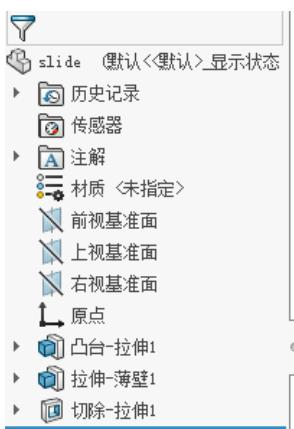
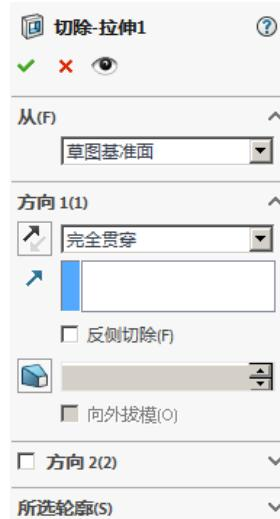

图 5.5.12 设计树
图 5.5.13 “切除-拉伸 1”对话框
Step1. 在如图 5.5.12 所示模型 (slide) 的设计树中, 右击“切除-拉伸 1”特征, 在系统弹出的快捷菜单中选择  命令, 此时“切除-拉伸”对话框将显示出来, 以便进行编辑, 如图 5.5.13 所示。
Step1. 在如图 5.5.12 所示的设计树中右击“切除-拉伸 1”特征, 在系统弹出的快捷菜单中选择  命令, 进入草图绘制环境。